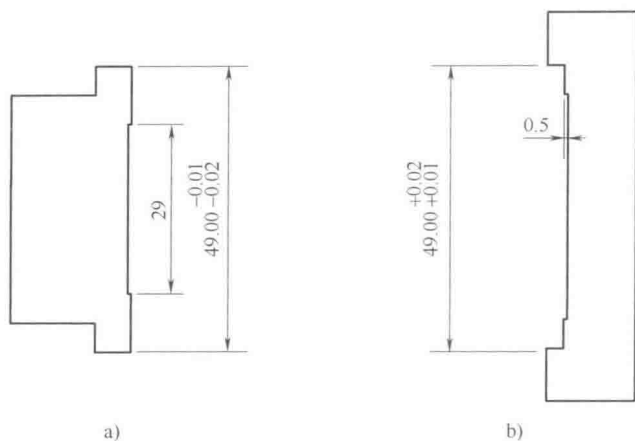

图 3-128 滑槽滑块的公差标注
【应用一】 如图 3-128 所示，左侧滑块和右侧滑槽是滑动配合的，属于非标准配合状况，一般无须查表，可根据行业经验直接标注。同时提醒广大读者两点：①孔轴配合且涉及标准或规格的情形，才需要查阅相关的公差表，例如与轴承配合的孔径公差或轴径公差的标注，其他情况并不适用，如本案例的滑槽滑块配合公差的标注；②工人加工零件时，为了避免过切削，在公差范围内，一般孔或滑槽会往小做，而轴或滑块会往大做，也就是滑槽尺寸极限偏差标注为 $\begin{matrix} +0.02 \\ +0.01 \end{matrix}$ ，实际尺寸可能是 49.012 、 49.011 等，而滑块尺寸极限偏差标注为 $\begin{matrix} -0.01 \\ -0.02 \end{matrix}$ ，实际尺寸可能是 48.982 、 48.981 等。